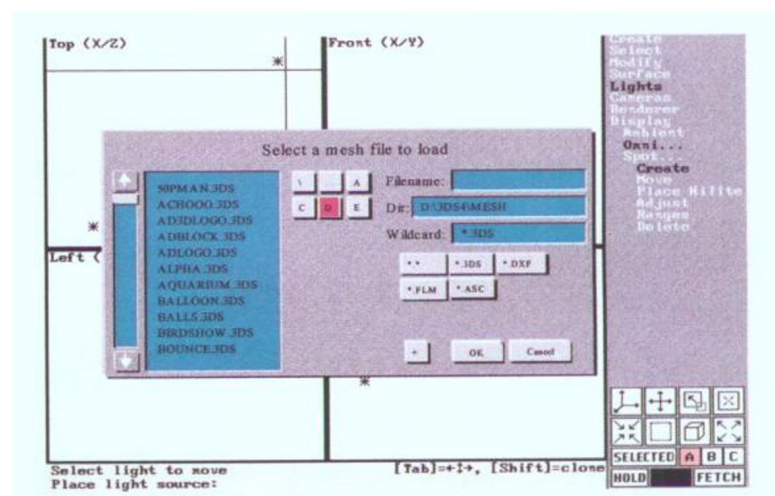

图 2.1
①先在 ACAD 中使用命令 DXFOUT 生成交换文件: 模型文件名 .DXF, 然后退出 ACAD。
②调用 3DS 软件, 并在 3D Editor 下按下 Ctrl+L 键, 或点取(即单击鼠标左键, 下同)左上角第二列的 FILE 下拉菜单的 Load 命令, 便会弹出一个调入文件的对话框“Select a mesh file to load”(图 2.1)。